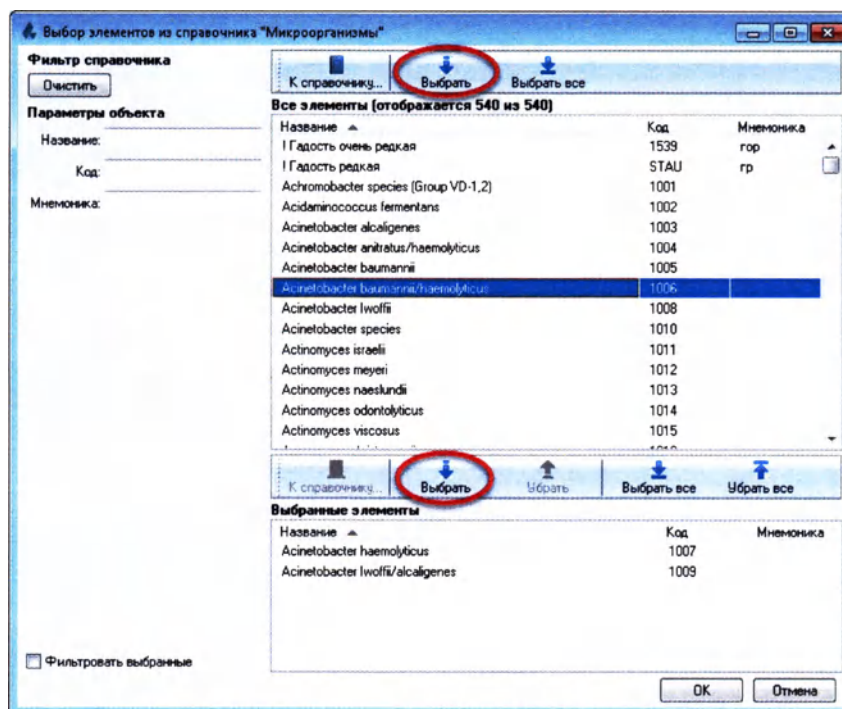

Рисунок 8.3
3. В открывшемся справочнике выберите микроорганизм и нажмите кнопку «Выбрать» либо 2 раза щелкните по выбранному микроорганизму левой кнопкой мыши (Рисунок 8.3):